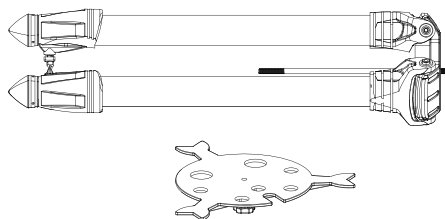
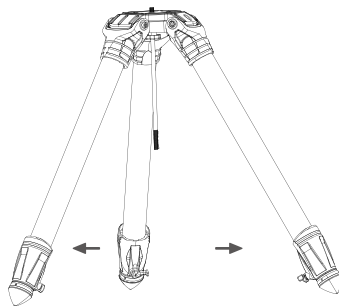

Рис. 1.1a
Рис. 1.1b
1. Расставьте треногу, как показано на рисунках (рис. 1.1a) (рис. 1.1b).